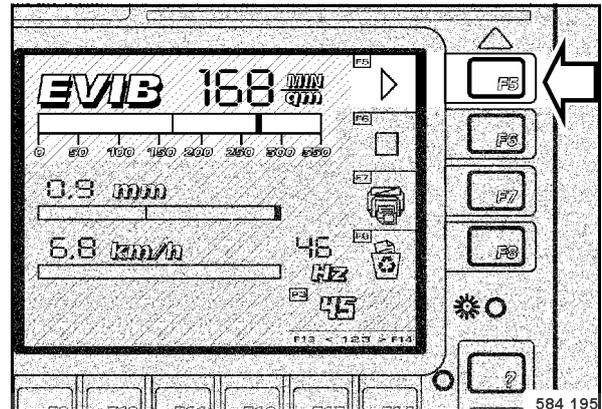

fig. 142
- Lors de l'atteinte du repère 1, appuyer sur la touche F5 "START" (fig. 142).